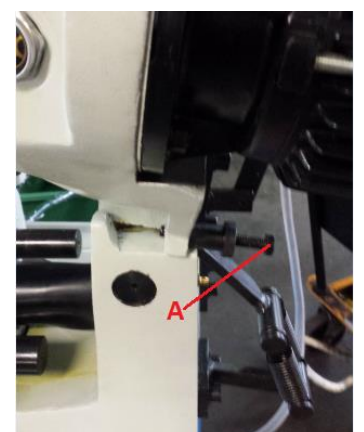

Fig. 8
De zaagdiepte kan men instellen door stelbout A (fig.8) te verstellen. Wanneer men deze meer naar binnen draait, zal de zaag minder diep gaan en wanneer men deze terugdraait, kan de zaag dieper zagen.
1. Trek de hendel (B, fig.8) naar rechts.